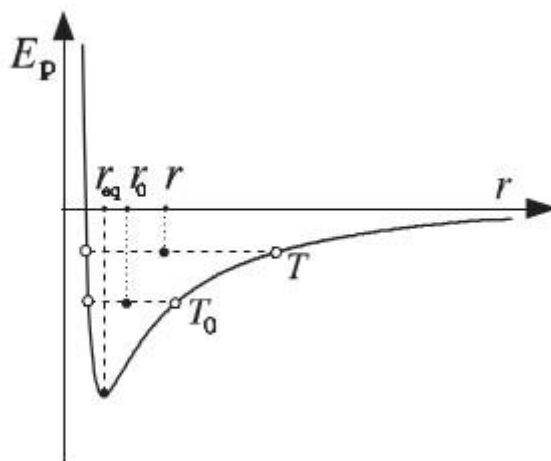

Figura 1.- Energía potencial asociada a dos átomos adyacentes en un sólido
La energía potencial, E_p , asociada a dos átomos contiguos, expresada en función de su separación r , viene representada gráficamente por una curva asimétrica (Figura 1) en la que los segmentos horizontales, correspondientes a diferentes temperaturas del sólido, indican los posibles valores de la separación interatómica. Para una energía de vibración dada, por ejemplo T_0 , la separación entre los átomos cambiará periódicamente entre unos valores mínimo y máximo de la distancia y, en virtud de la asimetría de la curva de la energía potencial, la separación media entre los átomos (r_0) será mayor que la correspondiente al equilibrio (r_{eq}). Si la temperatura del cuerpo aumenta (T), tendrá una energía de vibración mayor, y la separación media entre los átomos (r) será todavía más grande, lo que implica la dilatación del sólido a escala macroscópica. Si la curva $E_p(r)$ representada en la figura 1 fuese simétrica, la separación media entre los átomos sería igual a la correspondiente al equilibrio independientemente de la amplitud de las vibraciones de los átomos, es decir, de su temperatura, y no existiría dilatación.